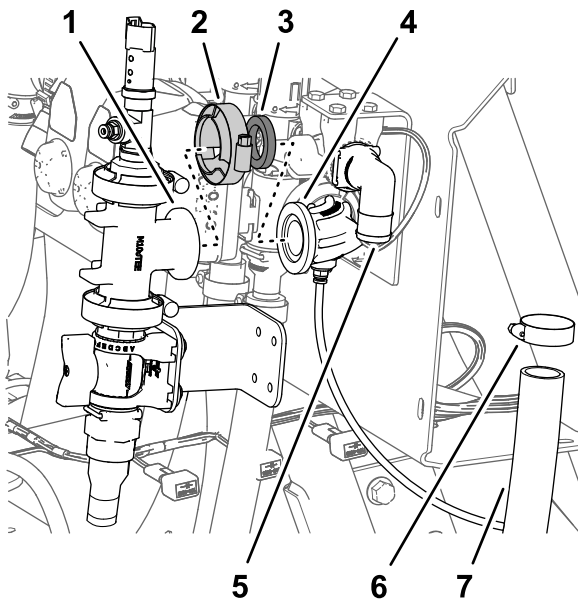

Bild 44
1. Befestigen Sie das T-Anschlussstück und das 90°-Anschlussstück lose mit einer Dichtung und einer Flanschklemme (Bild 44).